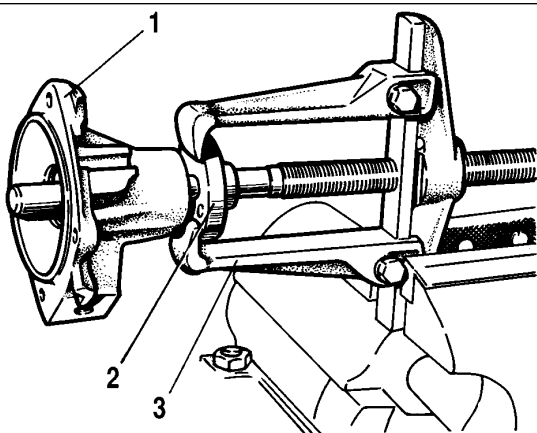

Bild 2-64. Ausbau der Riemenscheibennabe:
- Die Nabe 2 (Bild 2-64) der Riemenscheibe des Lüfters von der Welle mit Hilfe der Abziehvorrichtung A.40005/1/5 abziehen,